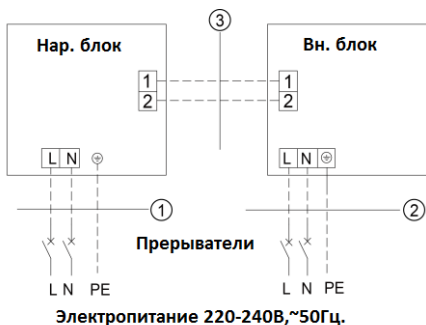

Рис. 4.40
| ⑦. | Подключайте жилы кабеля питания как показано на рис. 4.40 - 4.43. |